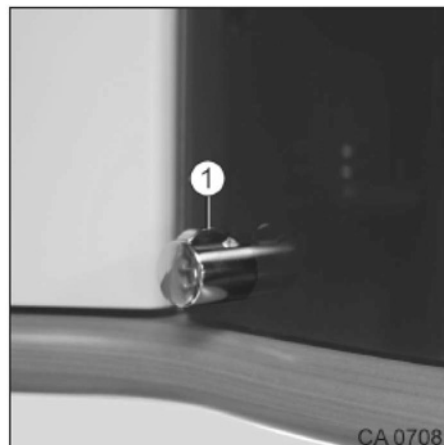

Fig. 97 Poignée-bouton
1. Tenir la poignée-bouton tout en poussant l'entretoise (Fig. 97/1) vers le bas.